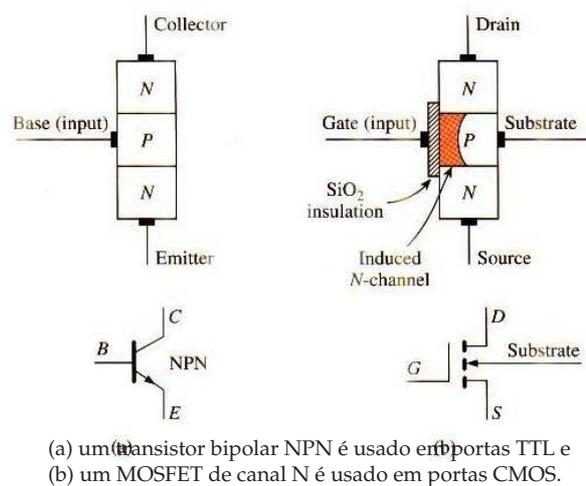

Figura 11: Diagramas simplificados de transistores bipolares e de efeito de campo.
2. O próprio operador deve conectar ao terra da rede usando uma pulseira especial. Isto permite que cargas potencialmente perigosas do corpo sejam descarregadas para o terra. Por exemplo, quando andamos sobre um carpete, nosso corpo pode adquirir uma carga estática de mais de 30.000 V. Esta diferença de potencial se aplicada na fina camada de óxido contida nos canais P ou N dos dispositivos CMOS supera sua capacidade de isolamento elétrico – ver figura 11(b). E quando esta camada de óxido se rompe, o fluxo de corrente resultante (descarga) é semelhante a um raio que fura a camada de óxido danificando permanentemente o dispositivo CMOS.